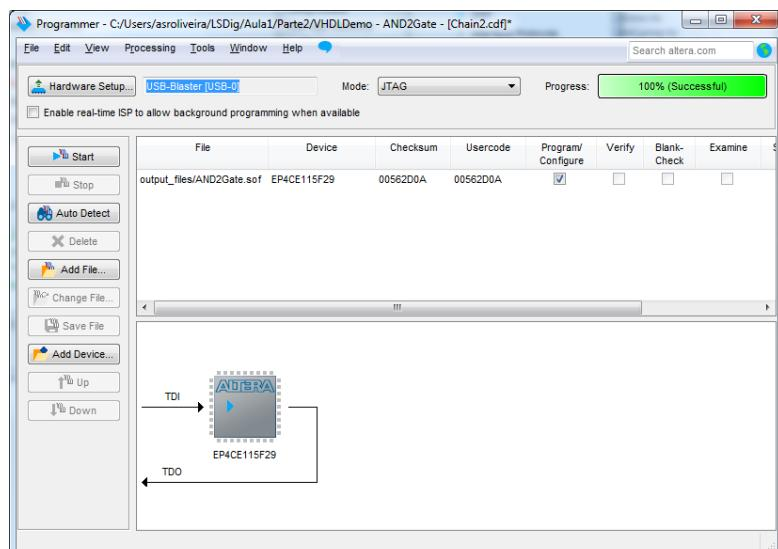

Figura 44 – Janela da aplicação após programação da FPGA.
**15.** No final do processo de compilação, programe a FPGA. Quando estiver concluída (com sucesso) a programação da FPGA, a aplicação de programação deve apresentar o aspeto da Figura 44.